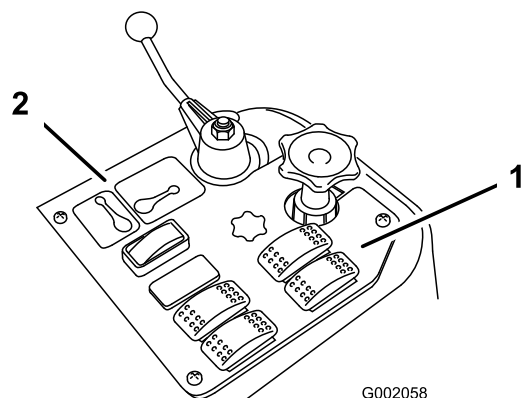
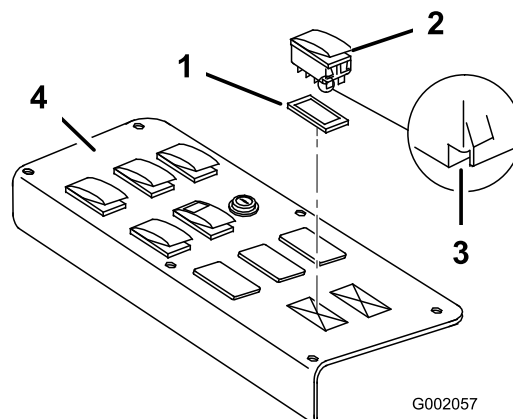

Figura 24
Figura 25
2. Sollevate e rimuovete i 2 tappi presenti su pannello di comando per irrorazione del veicolo e montate al loro posto i 2 interruttori a bilanciere forniti (vedere Figura 24 per la Multi-Pro 1200 e Figura 25 per la Multi-Pro 1250).
Nota: Accertatevi che l'orientamento degli interruttori corrisponda a quello illustrato in Figura 25, con la tacca rivolta verso la parte posteriore del veicolo.